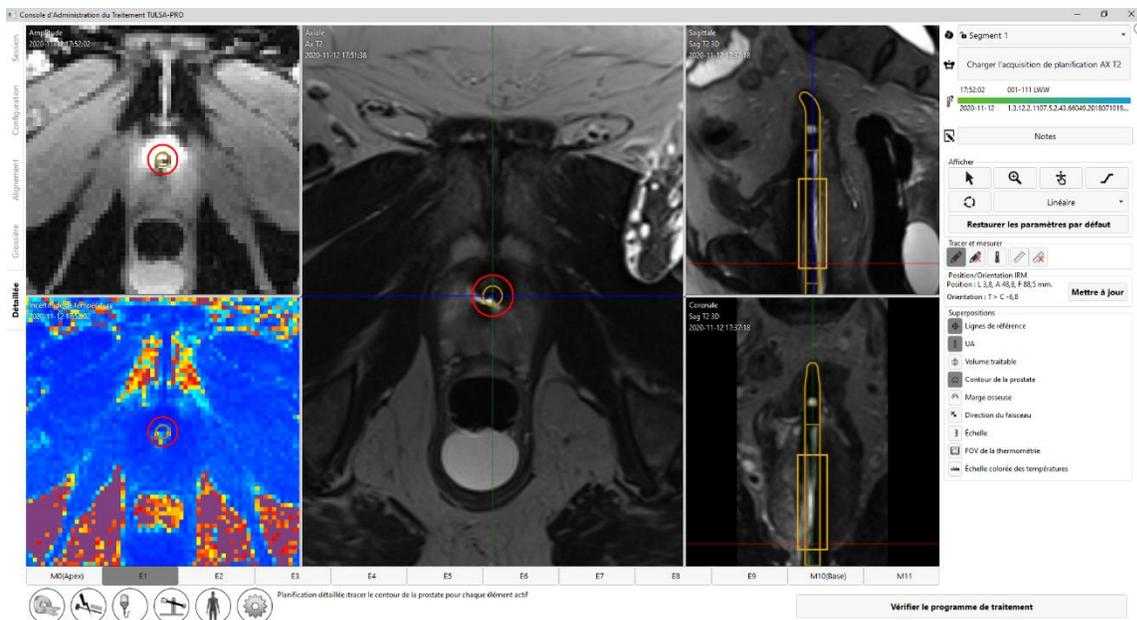

Figure 54 : Espace de travail Planification détaillée avec l'amplitude thermométrique et l'incertitude de température
5. Radiologue : utiliser la fonction  **Charger... Acquisition** pour charger l'image AX T2. Une fois les acquisitions de thermométrie chargées, les vues **Amplitude** et **Incertitude de température** s'affichent pour faciliter la planification du traitement (*Figure 54*).